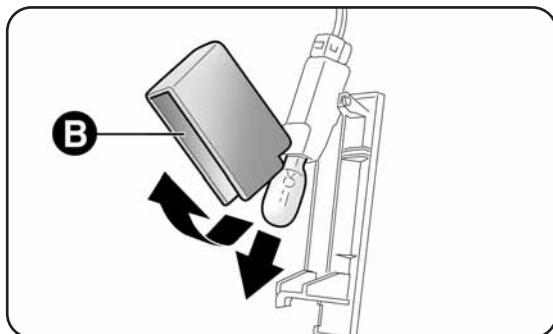

fig. 34
- ouvrir la protection B-fig. 34 et remplacer l'ampoule;